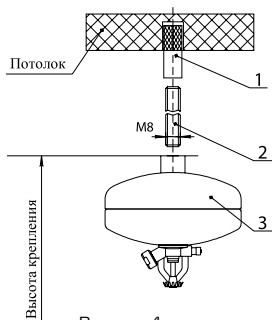

Рисунок 4 —
9.2 Способ крепления модуля к высокому потолку (рисунок 4)